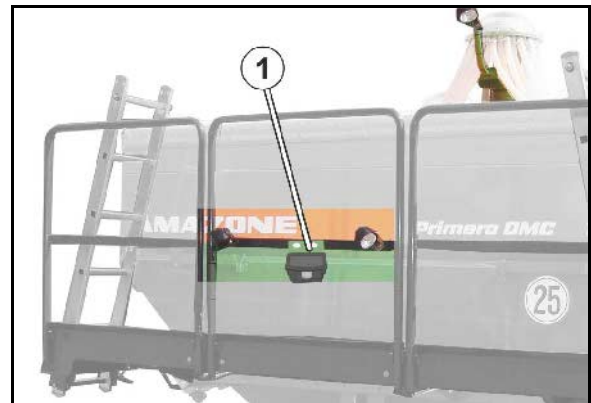

Fig. 63
2. Remove the pin (Fig. 63/1).